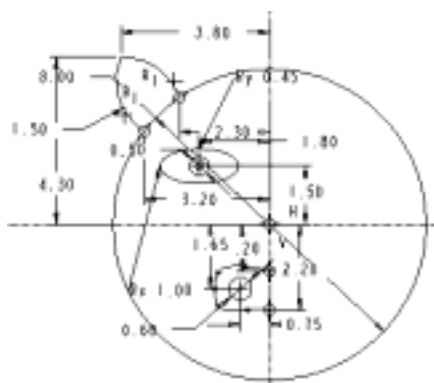

图 3-89 绘制圆形
(11) 单击工具栏中的“圆”按钮, 绘制如图 3-89 所示的圆形, 并按图中的尺寸进行标注。